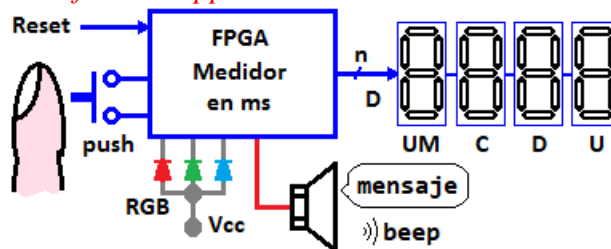

Figura 3.3. Esquema para el medidor de ms.
- Implementar en TLD un **contador de pulso en alto en ms** con salida a display, el cual al presionar un botón (push) se visualiza el conteo en el display y cuando se suelta el botón se detiene en un valor, pero si se presiona otra vez continua el conteo. Se cuenta con un botón de reset para reiniciar en cero en cualquier momento que se presione. El display puede contar hasta un máximo de 9,999 ms (9.9 s) y cuando se alcance este valor se detendrá y sonará un mensaje en una bocina (“valor máximo”, “ya me llené”, etc.). Por medio de un led RGB se indica en que rango en que se encuentra el conteo ($0 < R \leq 3,333$, $3,333 < G \leq 6,666$, $6,666 < B \leq 9,999$). Cada vez que se cambia de rango sonará un “BEEP” en un buzzer o en la bocina. En la figura 3.3 se muestra el diagrama a bloques, en la 3.18 un ejemplo del funcionamiento y en la 3.19 una forma de hacer el TLD. El lenguaje en el que se implementa lo define el profesor. Reportar los códigos comentados, simulaciones, fotos del funcionamiento con texto explicativo de lo que sucede.